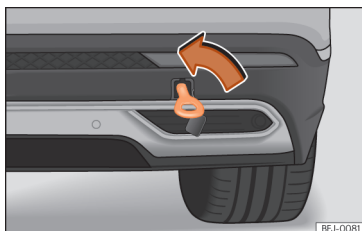

Abb. 48 Auf der rechten Seite des hinteren Stoßfängers: eingeschraubte Abschleppöse.
- Drehen Sie die Abschleppöse **entgegen dem Uhrzeigersinn** in die Aufnahme bis zum Anschlag »» **Abb. 48** »» ❶. Verwenden Sie ein geeignetes Hilfsmittel, um die Abschleppöse festzuziehen.
❶ VORSICHT